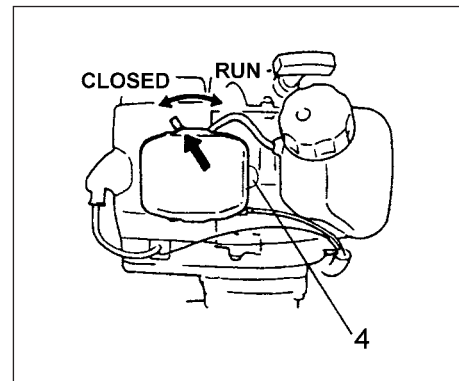

Рис. 2-3
- * Несколько раз нажать на заливочный баллон (4), чтобы топливо потекло через баллон или обратную трубку. (При наличии подобного оснащения) (Рис. 2-3)
3. Установить рычаг заслонки в положение CLOSED (ЗАКРЫТО) . (Рис. 2-3)
5. Если Вы услышите, что двигатель начинает заводиться, верните рычаг заслонки в положение RUN (РАБОТА) (открыто). Затем снова быстро потяните возвратный стартер. (Рис. 2-3)